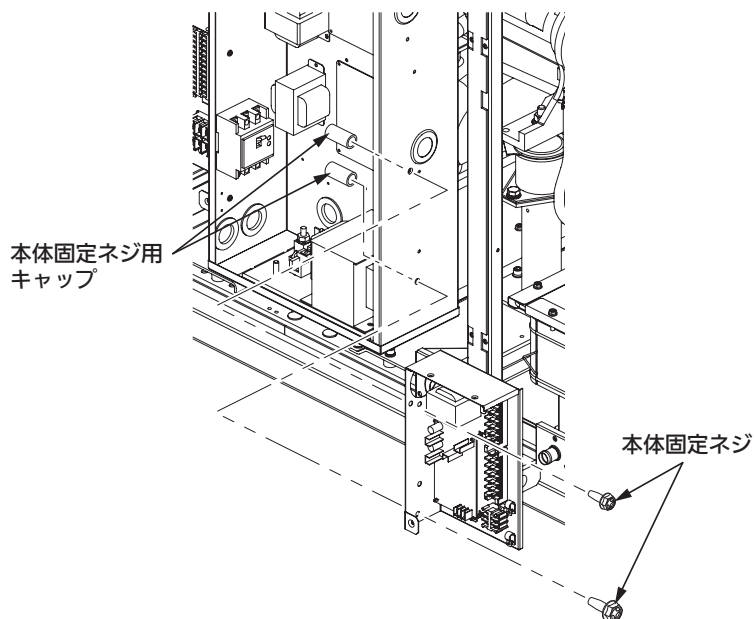

図3
- ① 電装ボックス右側面にアナログ入出力基板を付属の本体固定ネジ (2個) で取り付けてください。(図3参照)